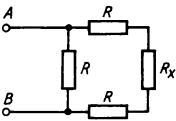

Bild 65
- 7.18** Bemessen Sie den Widerstand R_x in der Schaltung nach Bild 65 so, daß der Ersatzwiderstand 9Ω beträgt. Die drei gleichen Widerstände betragen jeweils 10Ω .